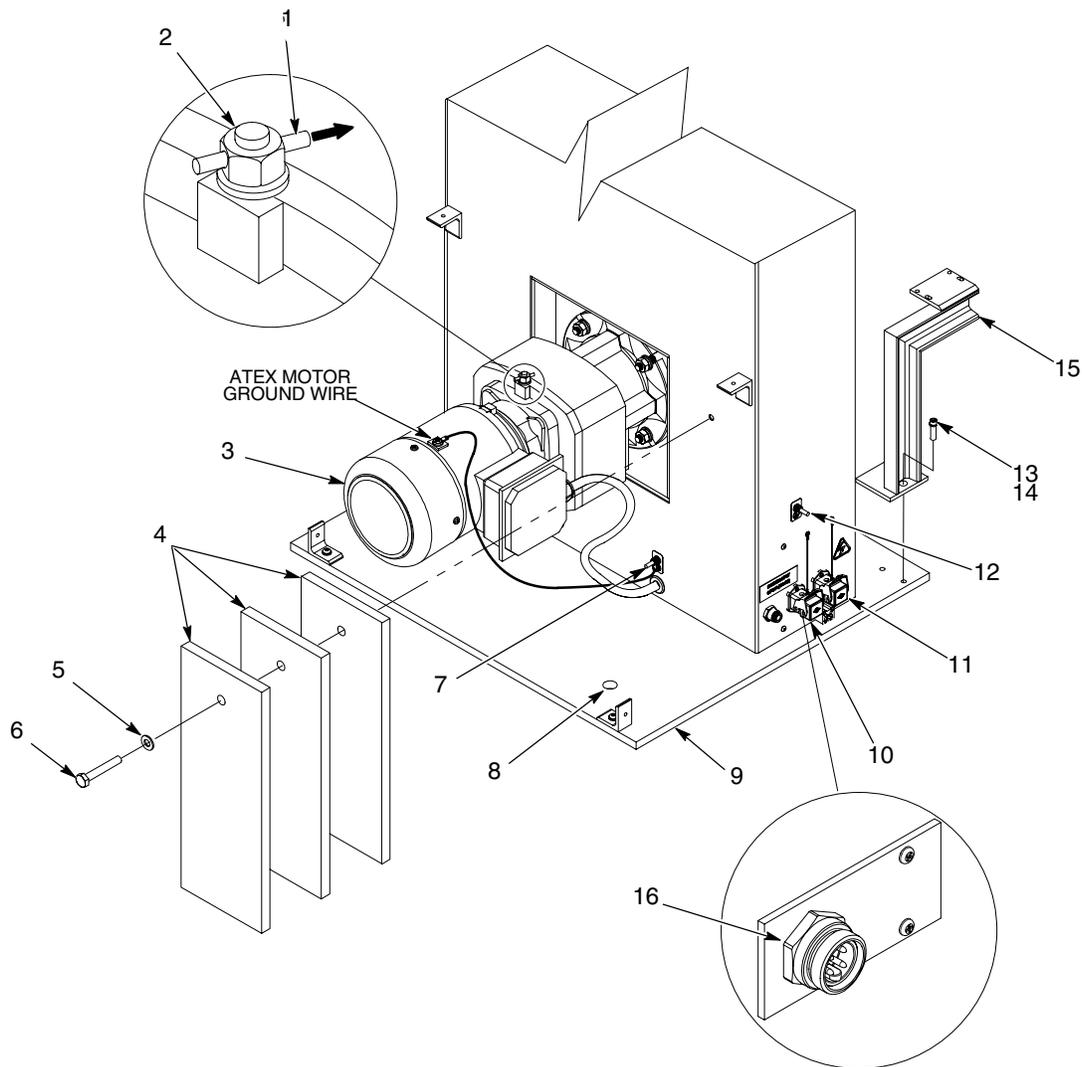

Рис. 3 Монтаж
- b. См. рис. 3. Смонтировать противовесы (4) на манипуляторе при помощи винта (6) стопорных шайб (5). Надежно затянуть винт.
2. При монтаже манипулятора на полу или стационарной опоре использовать четыре предусмотренных монтажных отверстия (8). Если необходимо, просверлить в опоре или в полу новые отверстия. Использовать для монтажа манипулятора крепежные детали правильного размера.
3. Извлечь резиновую заглушку (1) из сапуна (2).
4. Смонтировать кронштейн кабеля (15) на основании манипулятора (9), используя винты (13) и стопорные шайбы (14). Надежно затянуть винты.
См. рис. 3. При помощи заземляющей шпильки (6) подсоединить провод заземления манипулятора к технологической земле. Проверить заземление и убедиться, что оно соответствует местным правилам.
**ТОЛЬКО ЭЛЕКТРОДВИГАТЕЛИ АТЕХ:** Если манипулятор снабжен электродвигателем АТЕХ, убедиться, что провод заземления моторедуктора подсоединен к заземляющей шпильке (7).
- a. См. рис. 3. Подсоединить предоставленным пользователем кабель питания с блока управления системой к разъему (10).